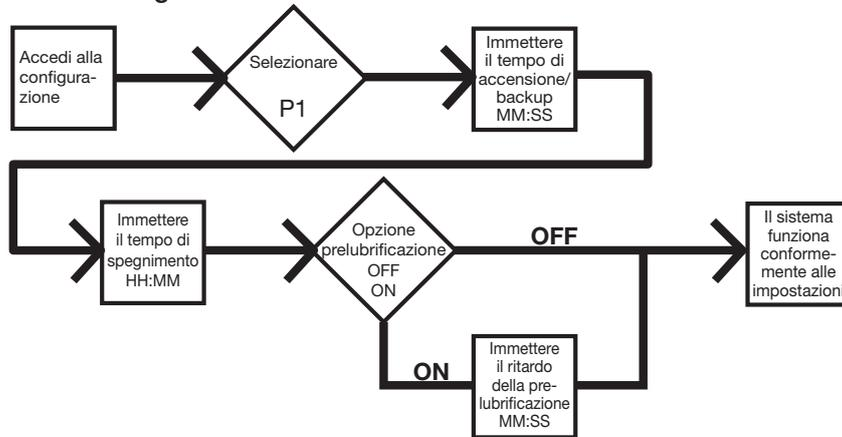

**FIG. 33**
2. Far funzionare la pompa solo finché il lubrificante non fuoriesce dal raccordo dell'elemento privo di aria (FIG. 33).